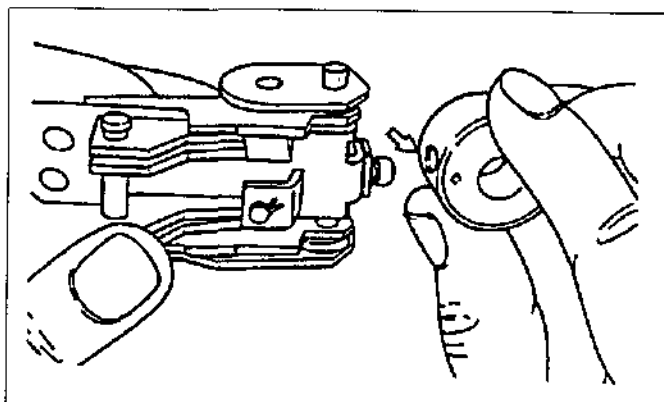

Figura.13-11 Comprobación del movimiento del anillo de rebose en la palanca del regulador
(1) Compruebe si el anillo de rebose se acopla correctamente en el pasador de bola de la palanca del regulador. El anillo de rebose debe inclinarse en el pasador de bola con suavidad sin adhesión ni combadura, ni debe haber excesivo juego libre. (Vea la figura.13-11)